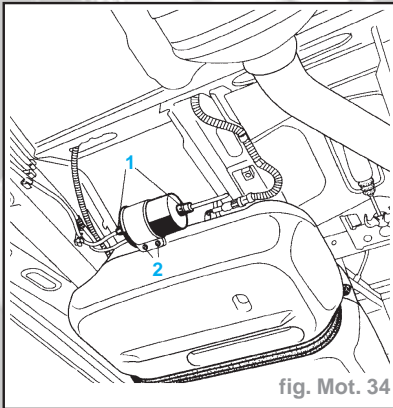

fig. Mot. 34
- S'il y a présence de clips, il est nécessaire de la déposer avant de débrancher les canalisations (ces clips sont montés en usine afin d'assurer un bon encliquetage des raccords rapides (fig. Mot. 34).
- Débrancher les canalisations munies de raccords rapides (**1**) à l'aide de la pince **Mot. 1265** (fig. Mot. 34).
- Elever les vis (**2**) et déposer le filtre à essence (fig. Mot. 34).